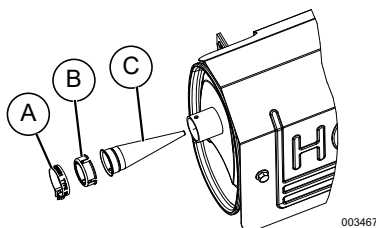

Figura 4-6. Pantalla del supresor de chispas
- Afloje la abrazadera (A). Consulte la Figura 4-6.
- Revise el cono (C) y sustitúyalo si está desgastado, perforado o dañado de alguna manera. Si el cono no está dañado, límpielo con un disolvente comercial.
- Sustituya el cono del supresor de chispas (C) y el collar (B). Sujételo con la abrazadera (A).